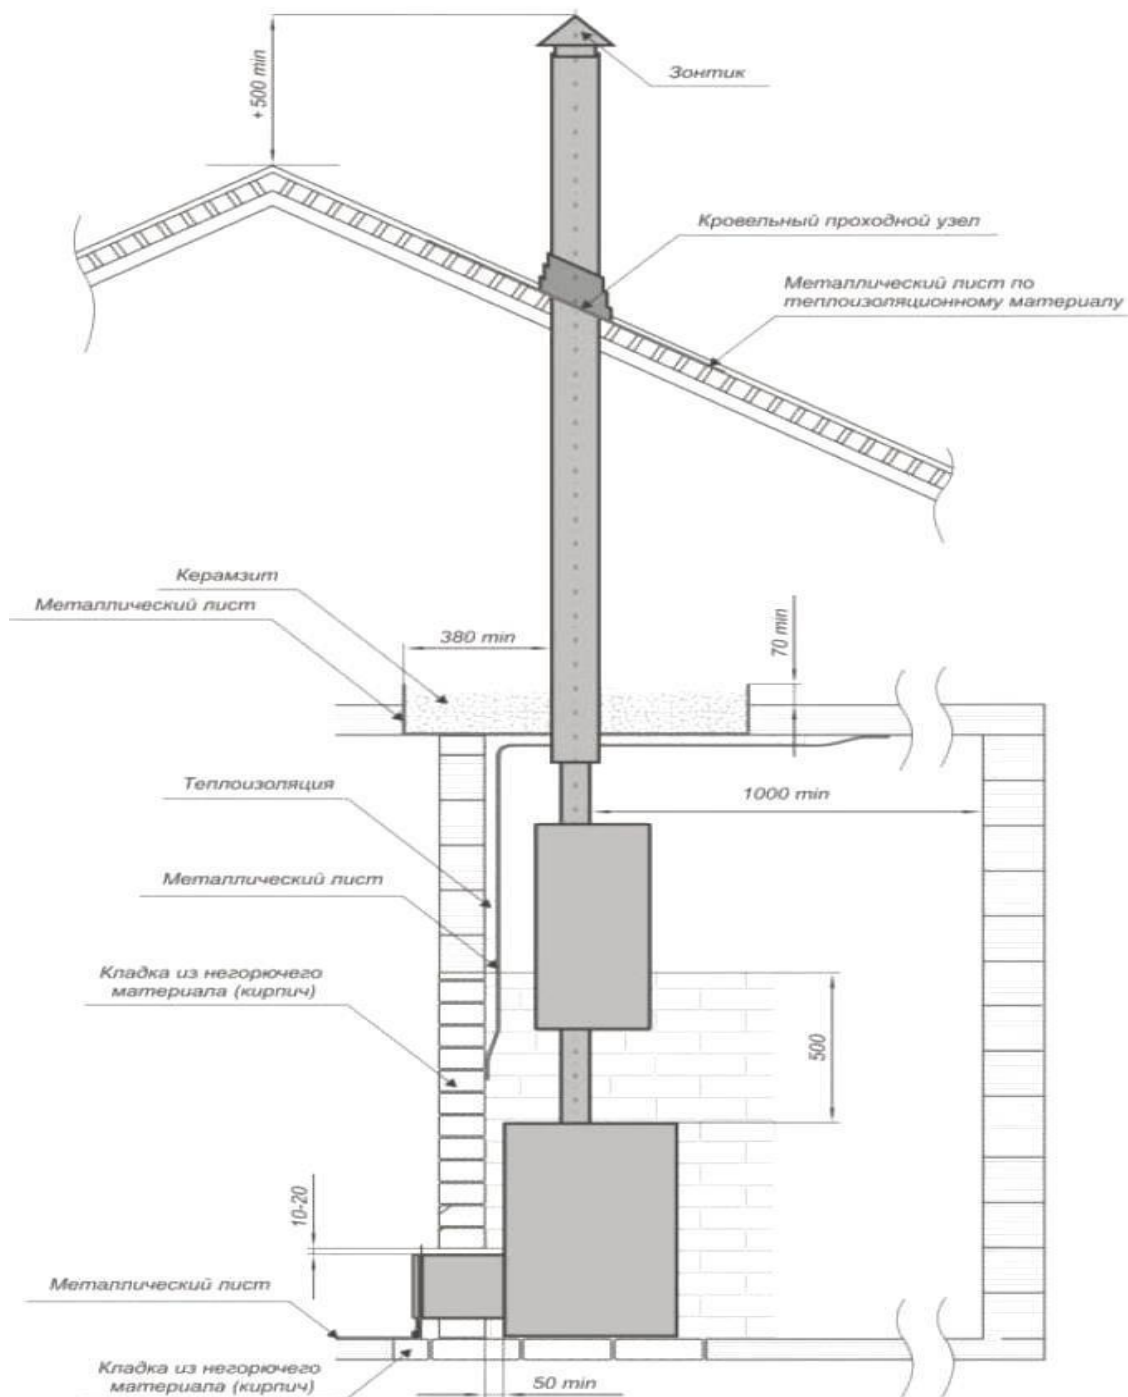

Рисунок 5: Установка газо-дровяной банной печи «Синара Метеорит»
**Кирпичная кладка:** оставьте между стенами и печью расстояние 50мм так, чтобы воздух мог циркулировать за печью и сбоку. Если печь установлена в нише стены, оставьте между ней и боковыми стенами расстояние 250 мм и 250 мм позади неё. Высота кирпичной кладки минимум 500мм (рисунок 5).